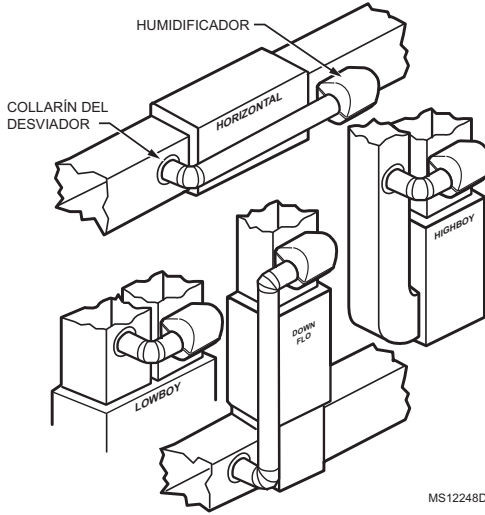

Fig. 1. Ubicaciones de instalación típicas para el humidificador.
- Elija un lugar para el humidificador en el conducto de alimentación (corriente de aire cálido). Consulte la Fig. 1 para ver los ejemplos. El montaje en el conducto de retorno es aceptable si existen restricciones de espacio en el conducto de suministro. Si monta el humidificador en el conducto de retorno, simplemente sustituya "conducto de retorno" por "conducto de alimentación" en estas instrucciones.